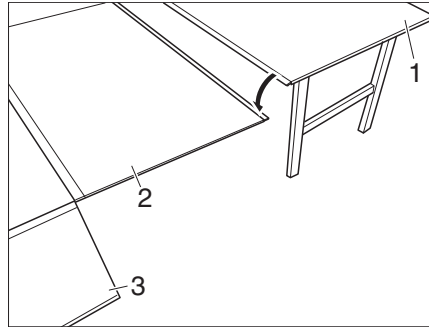
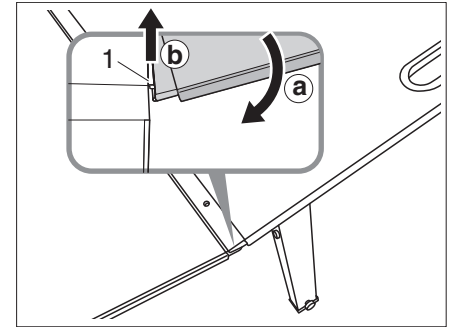

Figura 32 Enganchar la extensión de la mesa
Figura 33 Enganchar la mesa
La Campbox Sleep (Figura 32,3) permite convertirse en otra cama en solo unos pocos pasos. Para ello, se debe montar la Campbox en el vehículo (véase el capítulo 7.7.4).
- Colocar la extensión de cama (Figura 32,2) al raíl (Figura 33,1) de la Campbox y mover hacia abajo (Figura 33,a).
- Levantar ambos raíles en el punto de conexión (Figura 33,b). De esta manera los raíles encajan entre sí.
- Enganchar la mesa (Figura 32,1) en la extensión de mesa (Figura 32,2) de la misma manera (Figura 33).